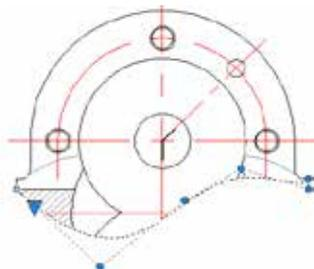

图 2-73
- 样条曲线控制点 : 该模式是使用曲线控制点来绘制样条曲线的。使用该模式绘制出的曲线较为平滑，如图 2-73 所示。